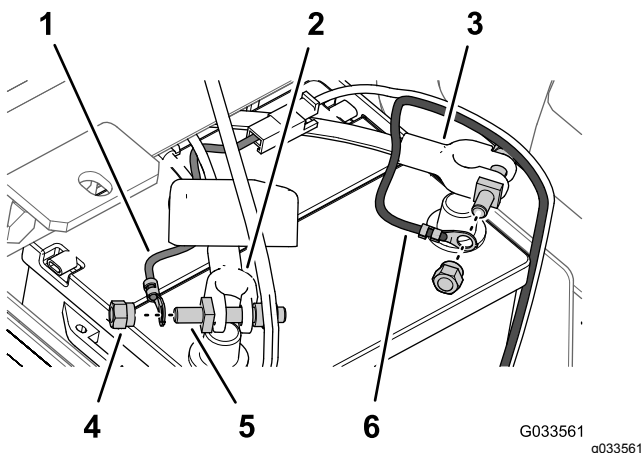

Figura 31
6. Alinhe o terminal de anel da ligação do fusível (cablagem do pulverizador) ao borne do parafuso terminal que montou no cabo positivo da bateria com uma porca de fixação (Figura 31).
7. Prenda o terminal de anel do cabo negativo (preto – cablagem do pulverizador) ao borne do parafuso terminal que montou no cabo negativo da bateria com uma porca de fixação (Figura 31).